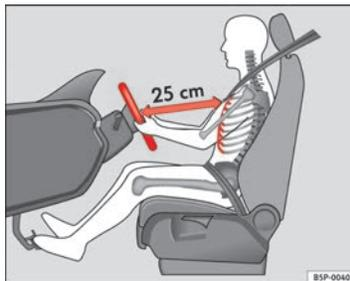
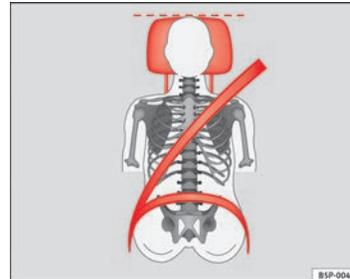

Abb. 28 Der richtige Abstand des Fahrers zum Lenkrad.
Abb. 29 Richtiger Gurtbandverlauf und richtige Kopfstützeinstellung.
- Sitzeinstellung so vornehmen, dass der Abstand zwischen Lenkrad und Brustbein mindestens 25 cm beträgt ⇒ Abb. 28 und das Lenkrad mit beiden Händen und leicht gebeugten Armen seitlich am äußeren Rand festgehalten werden kann.
- Fahrersitz in Längsrichtung so einstellen, dass die Pedale mit leicht angewinkelten Beinen durchgetreten werden können und der Abstand zur Instrumententafel im Kniebereich mindestens 10 cm beträgt → **Abb. 28**.
- Kopfstütze so einstellen, dass die Oberkante der Kopfstütze sich möglichst auf einer Linie mit dem oberen Teil des Kopfs – jedoch nicht niedriger als Augenhöhe – befindet. Hinterkopf stets so nah wie möglich an der Kopfstütze positionieren ⇒ **Abb. 28** und ⇒ **Abb. 29**.